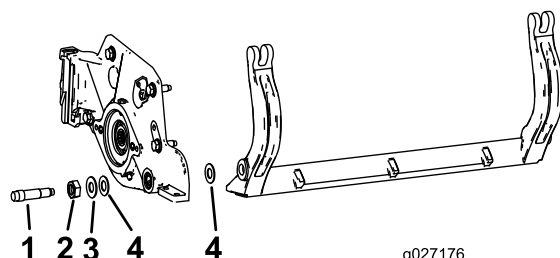

Figure 25
Mettez de côté 2 rondelles en nylon et 1 rondelle en acier estampé à chaque extrémité de la barre d'appui (Figure 25).
3. Placez une rondelle en nylon de chaque côté du bossage de la plaque latérale. Placez une rondelle en acier à l'extérieur de chaque rondelle en nylon (Figure 25).